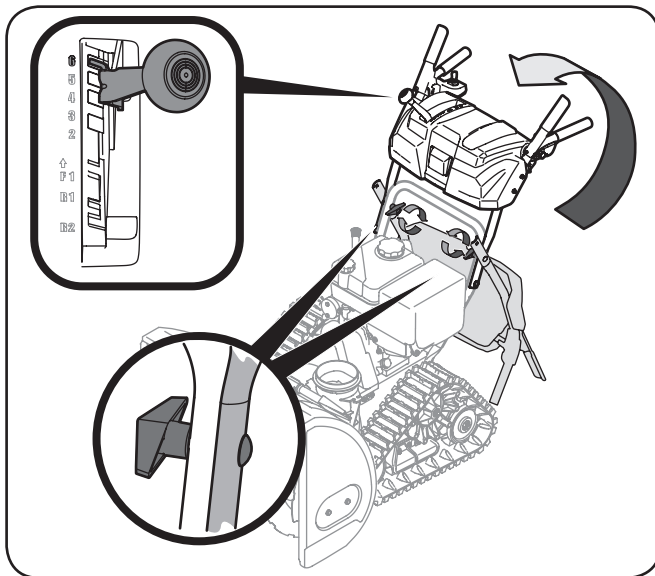

Figura 3-1
1. Coloque la palanca de cambios en la posición de avance (F) 6.
2. Observe el área inferior trasera de la máquina quitanieve para asegurarse de que ambos cables estén alineados con las guías de los rodillos antes de girar la manija hacia arriba. Consulte la Figura 3-1.